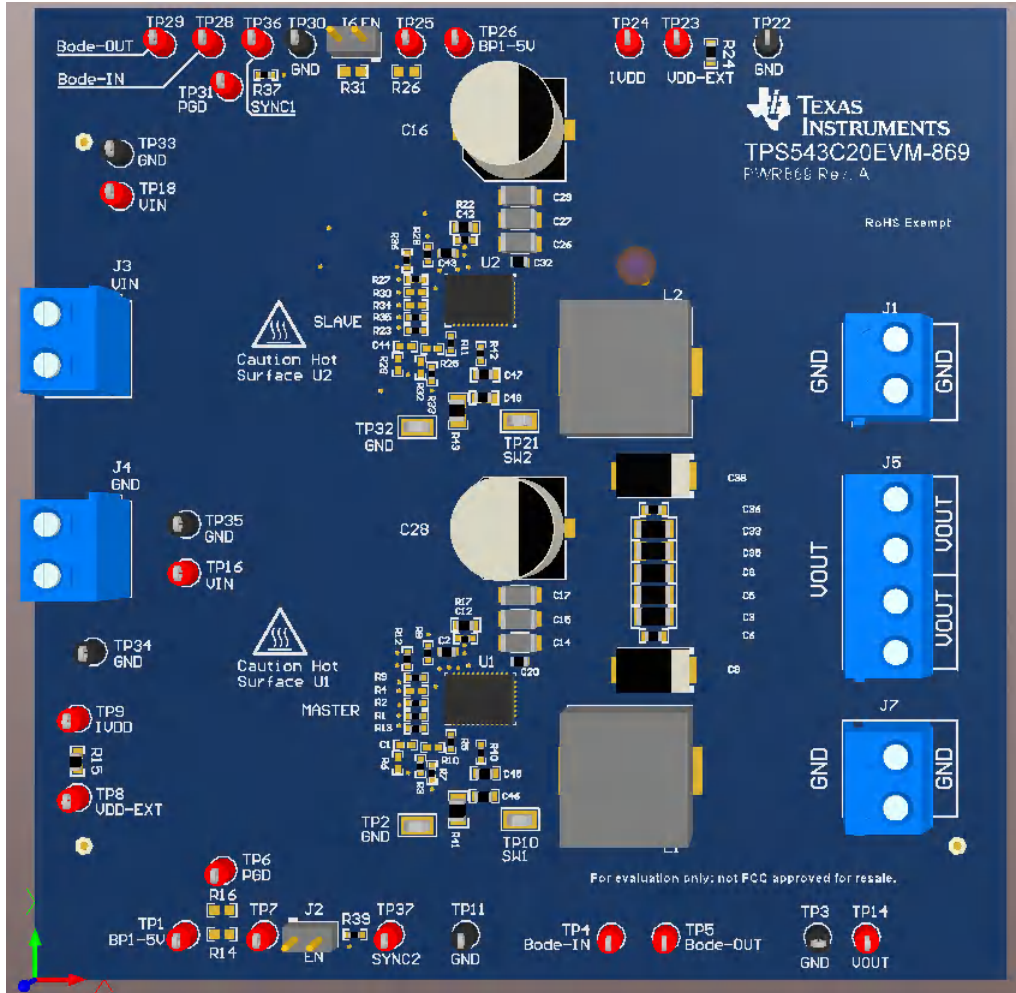

图 6-1. TPS543C20EVM-869 概览
1. 将电子负载 (+) 连接到 J5，将电子负载 (-) 连接到 J1 和 J7 (图 6-1)。
4. 将输入电源 (+) 连接到 J3，将输入电源 (-) 连接到 J4 (图 6-1)。